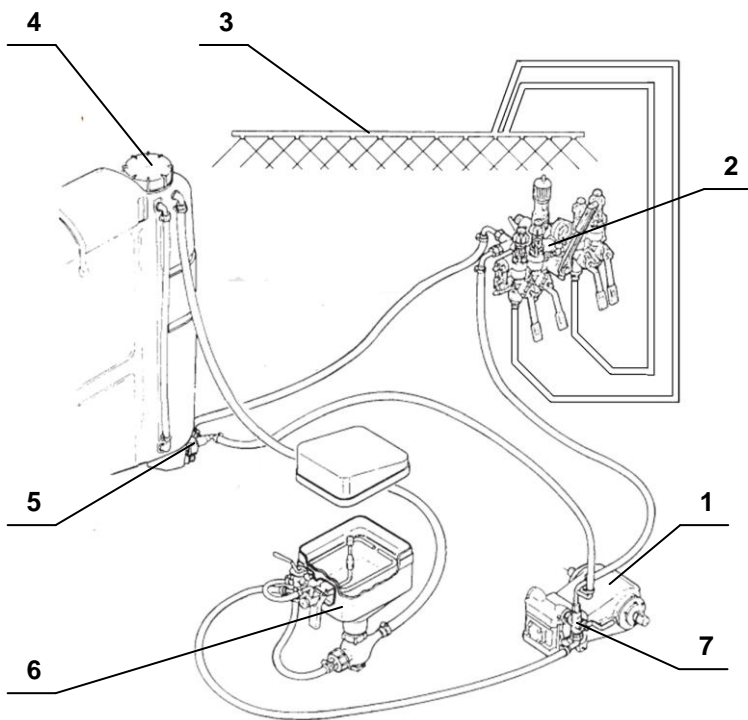

Рис. 7. Схема жидкостной системы опрыскивателя JACTO FALCON AM-14:
Основным технологическим оборудованием является система подачи рабочей жидкости (рис. 7), которая включает:
- установите рычаг крана включения смесителя (рис. 7) в крайнее положение «Заправка пестицида», вращая его по часовой стрелке;